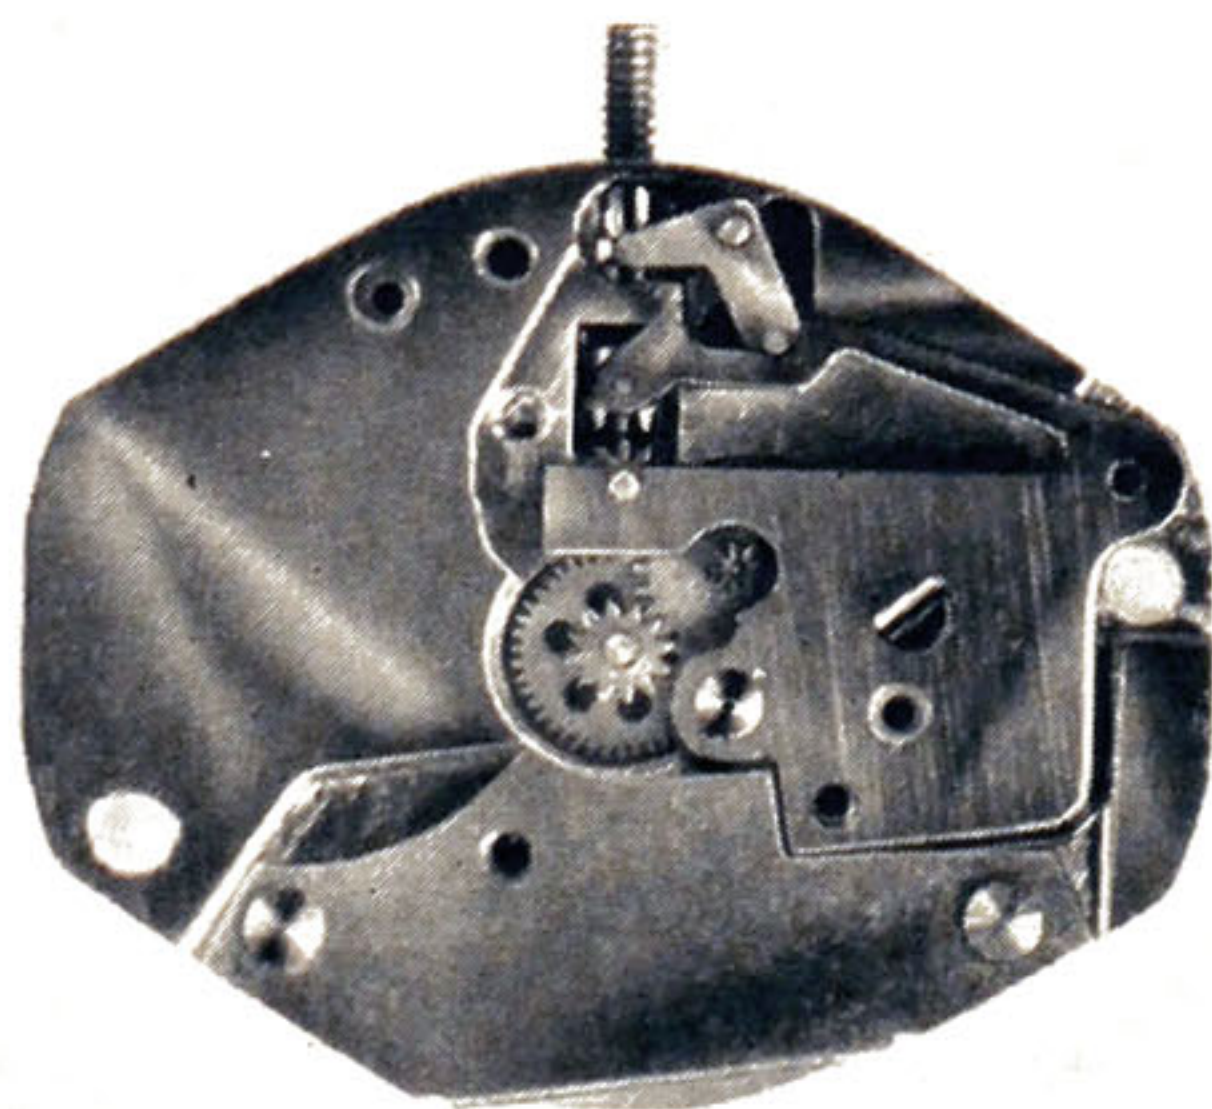

Bild 3
Die Zeigerstellung erfolgt wie bei mechanischen Uhren mit Kupplungsaufzug. Dieser wurde allerdings etwas vereinfacht, weil bei Quarzuhren das Aufziehen wegfällt. So wurden Winkelhebelfeder, Kupplungshebelfeder und Kupplungshebel zu einem Teil (14) vereinigt. Im Bild 3 ist das zu erkennen.